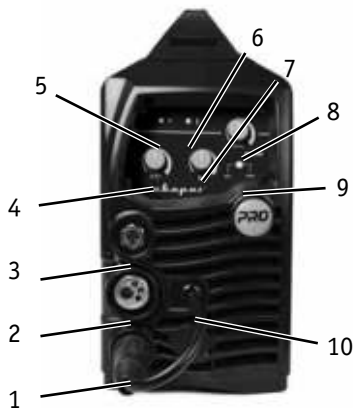
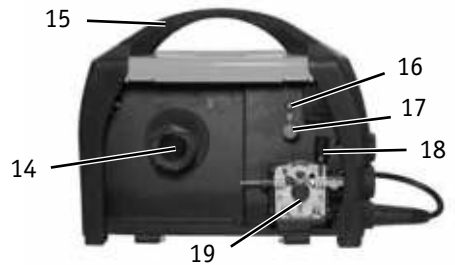

Рис. 1.1
Рис. 1.3
2. Вст ьте св рочную горелку в «еврор зьем» (2) (**рис. 1.1**) н передней п нели пп - р т и прикрутите его. После уст новите к тушку с проволокой, уст новите ролики с теми к н вк ми, которые соответствуют ди метру проволоки. З фиксируйте проволоку с помо щью ручки з жим проволоки (18) (**рис. 1.3**). С помощью кнопки прогон проволоки (16) (**рис. 1.3**) протяните проволоку внутрь горелки.
5. В з висимости от требуемой полярности вст ьте к бельную вилку, соединенную с клеммой з земляния, в соответствующий р зьем «-» или «+» н передней п нели св рочного пп р т (1 или 3) (**рис. 1.1**) и з крутите его по ч совой стрелке.
6. Вставьте к бели полярности (10) **(рис. 1.1)** в свободный (не подключенный к клемме заземления) разъем св. ручного аппарата и изкрутите его по часовой стрелке.
7. Произведите настройку процесса сварки на передней панели управления аппарата. Выберите настройку MIG с помощью переключателя (9) **(рис. 1.1)** установите значение скорости подачи проволоки (8), выберите большее напряжение дуги (7) **(рис. 1.1)**.
2. На передней панели имеется два разъема «+» и «-» (1 и 3) **(рис. 1.1)**. Для плотного закрепления прямого и обратного кабелей в разъем необходимо вставить к бели вилку в соответствующий клеммный разъем до упора и повернуть его по часовой стрелке. При неплотном подключении к белей возможны повреждения контактов белиго разъема, так и источник питания.
6. Выберите способ сварки ММА переключателем на передней панели аппарата (9) **(рис. 1.1)**. С помощью регулятора (4) **(рис. 1.1)** установите значение тока.